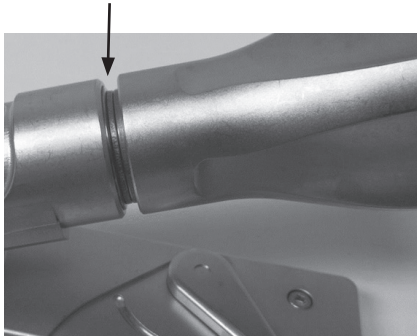

Figura 6 – Esempio di rondelle elastiche serrate
3. Posizionare il dispositivo accessorio come richiesto. Ruotare l'impugnatura principale in senso orario fino a quando lo spazio tra le rondelle elastiche si chiude come indicato nella figura 6. La chiusura dello spazio tra le rondelle indica il raggiungimento della tensione consigliata del cavo come illustrato nella seguente immagine.